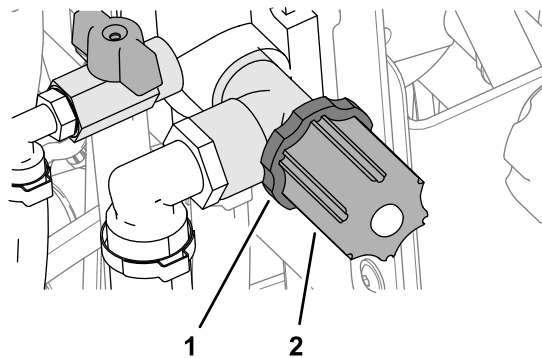

**Figure 36**
2. Vérifiez que les poignées des vannes de commande de pulvérisation sont en position ARRÊT (Figure 36).